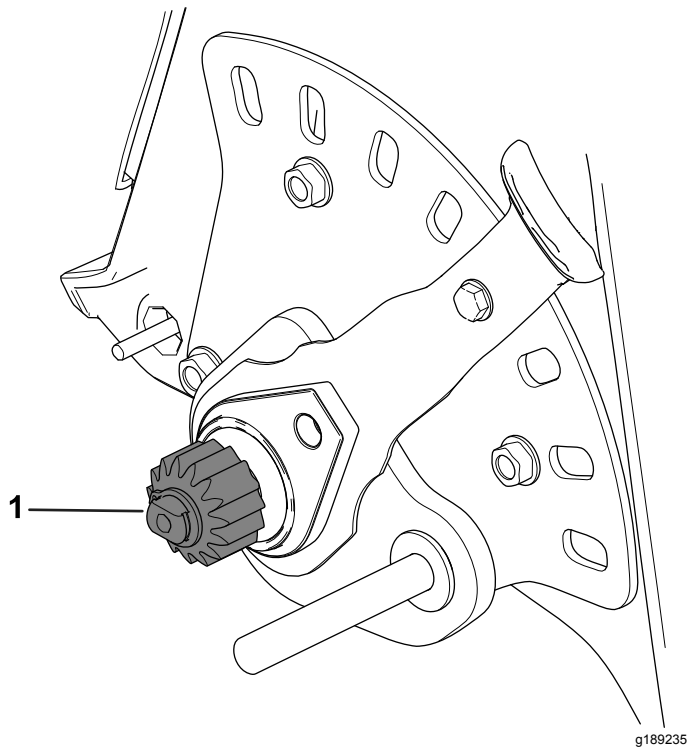

Figure 5
1. Nettoyez le pignon (Figure 5).